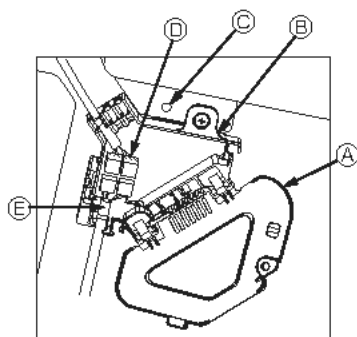

Fig. 10-8
- ① Usunąć jedną śrubę mocującą pokrywę skrzynki złącz, a następnie otworzyć pokrywę.
- ② Pewnie połączyć złącze przewodu łączącego silnika żaluzji i złącze przewodu silnika panelu żaluzji w skrzynce złącz. (Fig. 10-8)